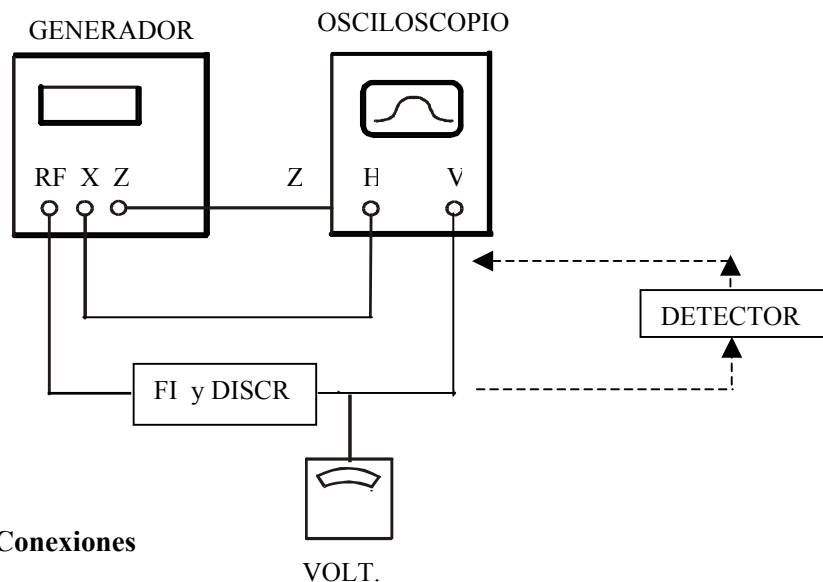

Figura 8.- Esquema de Conexiones
En la Figura 8) se muestra el diagrama en bloques y sus conexiones.
- 1.- De acuerdo con el diagrama de la Figura 8) se conecta la salida del eje X del generador de barrido a la entrada horizontal del osciloscopio.